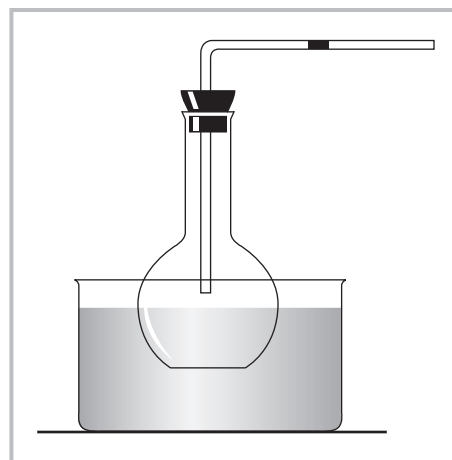

Рис. 1
Температура тела измеряется с помощью термометра. Его действие основано на тепловом расширении тел. На рис. 1 изображён прибор для измерения температуры. Он состоит из колбы, заполненной воздухом, стеклянной трубки с капелькой подкрашенной жидкости. Предполагается, что объём воздуха линейно зависит от температуры при нагревании колбы. Для испытания действия прибора необходимо проградуировать его шкалу с помощью лабораторного термометра. В открытый сосуд помещают лабораторный и сконструированный термометры сначала в холодную, а затем в тёплую воду. Показания лабораторного термометра и положения капельки фиксируют с помощью кольцевых резинок. При этом температуру воды и воздуха в колбе считают одинаковой.
1. Как называется прибор, изображённый на рис. 1?
2. Поместите колбу в сосуд с холодной водой (см. рис. 1). Измерьте температуру воды в сосуде с помощью лабораторного термометра. Результат измерения запишите в таблицу с учётом максимальной абсолютной погрешности измерения.